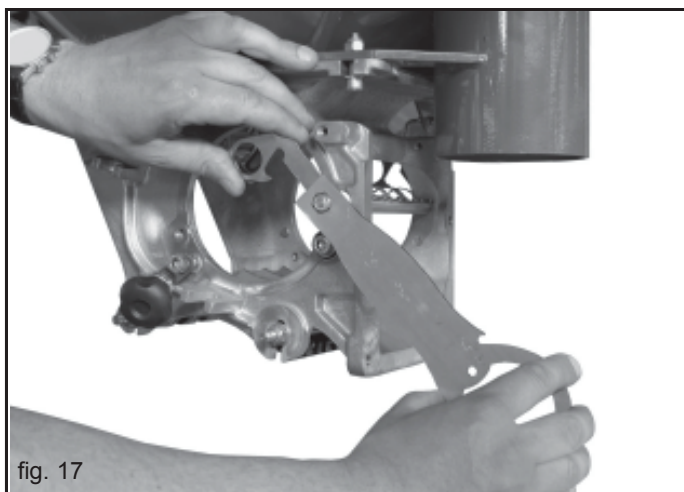

fig. 17
- 3) Stopmuttern M8 beidseitig mit dem beiliegenden Universalschluessel soweit loesen. (Abb. 17).